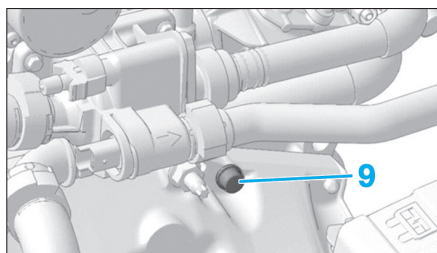

Fig. 7
- le support (7) du raccord d'admission d'air,
- les 2 vis de fixation (6) du bac à batterie,
- le bac à batterie (8).
- Déposer la vis de fixation (9) du démarreur (Fig.7).